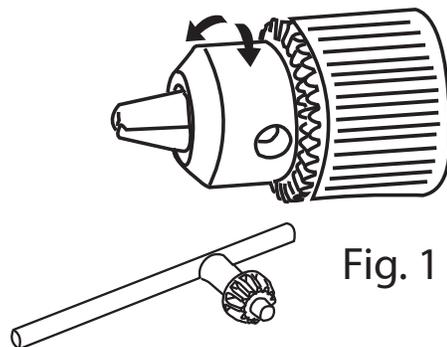

Fig. 1
1. MONTAJE DE LA BROCA EN EL MANDRIL (Fig. 1)
Deslizar el mango sobre el cabezal de la herramienta (Fig. 1).